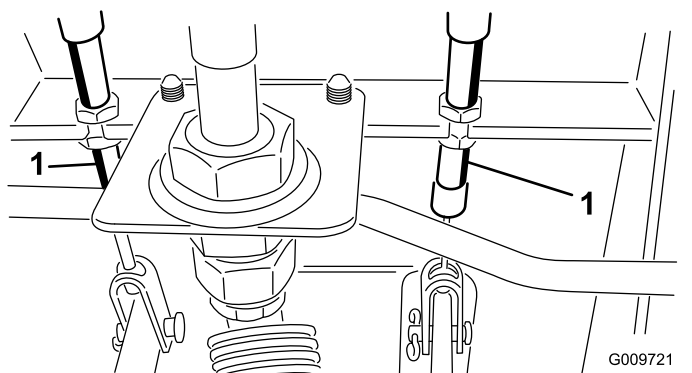

Figure 114
- A. Desserrez l'écrou avant sur l'extrémité fileté du câble de frein (Figure 114).